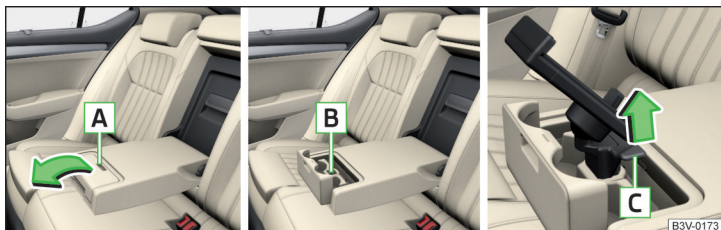

Fig. 124 Deschiderea compartimentului de depozitare/Spațiul pentru suport/Demontarea suportului
- Apucați capacul de degajare **A** » fig. 124.
- Trageți de curelușa de siguranță **C** în direcția săgeții » fig. 124.